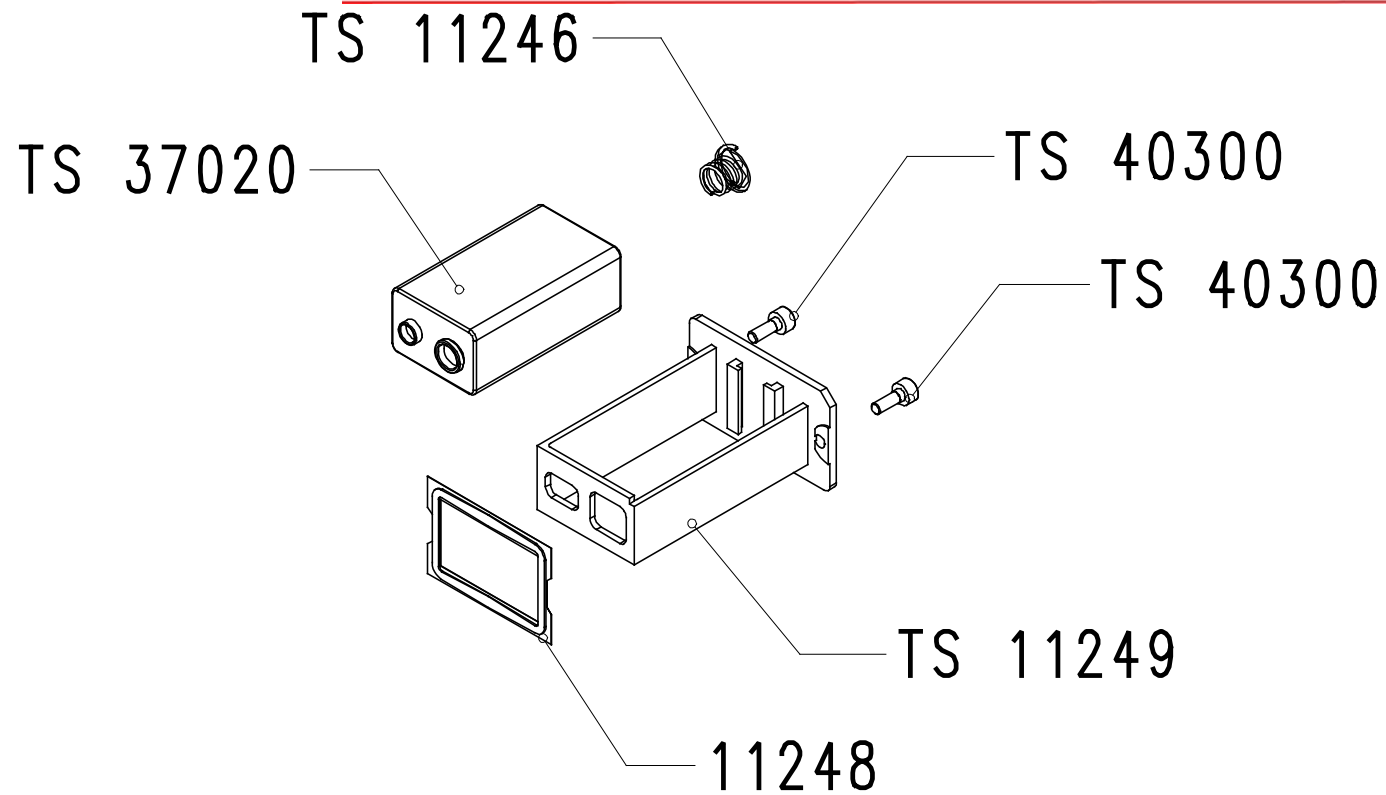

Figura 13-3: conjunto do suporte da bateria TS 10189, detalhes
- Figura 13-3: conjunto do suporte da bateria TS 10189, detalhes